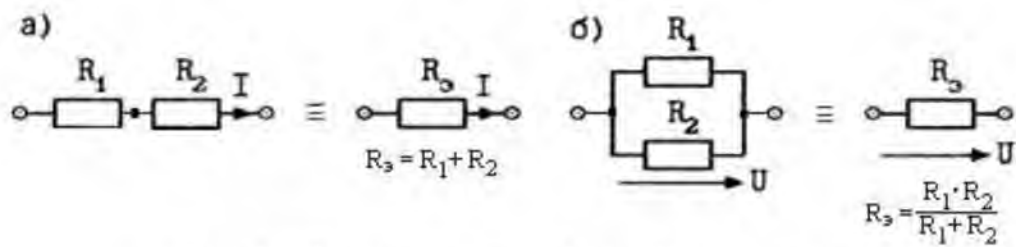

Рис. 1.4. Замена двух ветвей одной эквивалентной ветвью
3. Используемые преобразования (рис. 1.4):